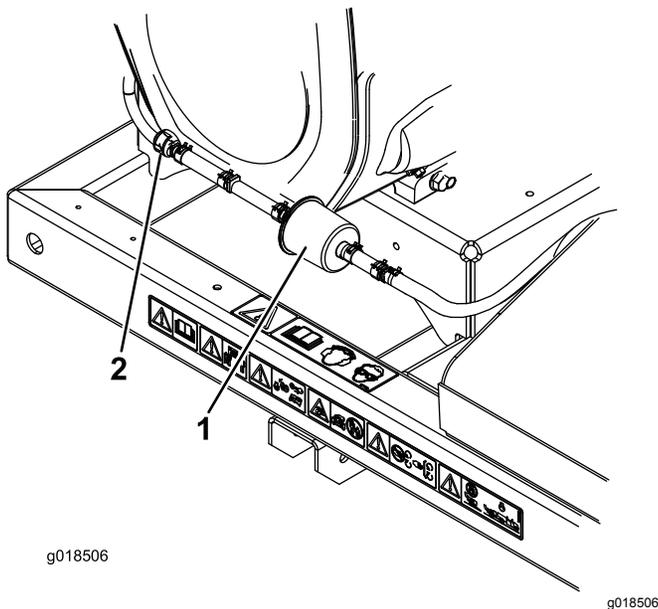

Bild 14
2. Schieben Sie die gefederten Schlauchklemmen an beiden Seiten des Aktivkohlefilters der Entleerungsleitung vom Filter weg (Bild 14).
3. Entfernen und werfen Sie den Aktivkohlefilter weg (Bild 14).
4. Setzen Sie einen neuen Filter in den Schlauch ein; der Pfeil am Filter sollte zum Auslaufsperrventil zeigen; befestigen Sie ihn mit den Schlauchklemmen (Bild 14).